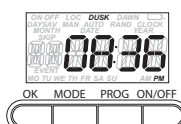

Fig. 6
17. Gire la perilla para ajustar el horario Dusk (encendido al ocaso) (Fig. 6) si es necesario y presione OK. La pantalla mostrará MAN y la hora del día.